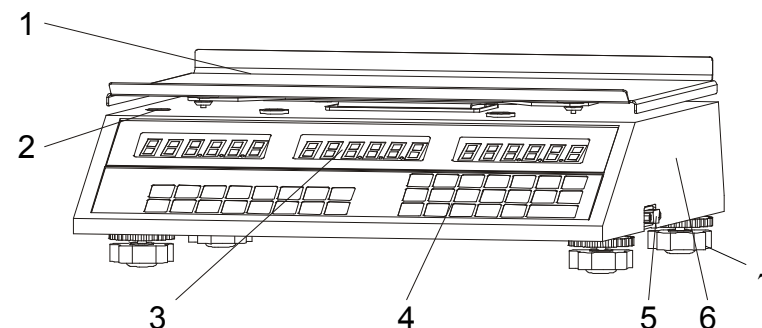

Рис. 1. Весы торговые электронные "Меркурий 313"
2.3.1. Общий вид весов «Меркурий 313» приведен на рис.1.